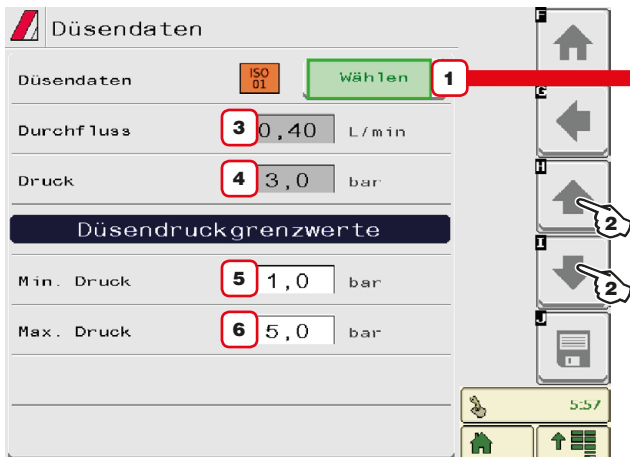
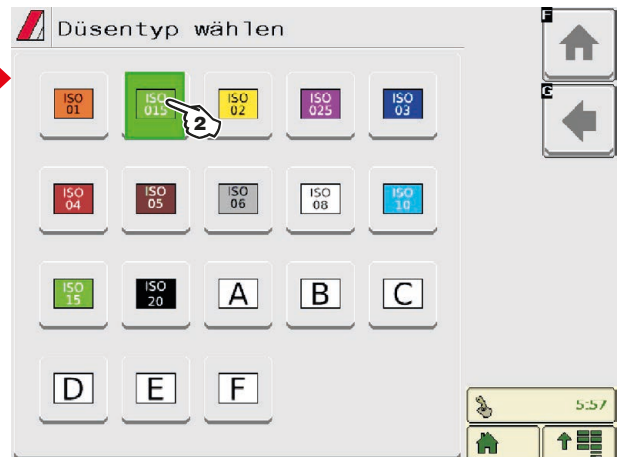

Abb. 45
Abb. 46
- 1 - 2 Wählen Sie die einzustellende Düse (Abb. 45 / Abb. 46); Geben Sie die Eigenschaften ein (Abb. 45). Sofern erforderlich, wiederholen Sie die Programmierung für jede Düse.